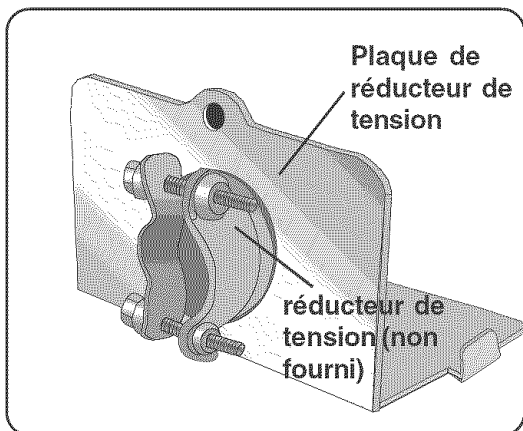

Figure 26
- 1) Retirer la plaque de réducteur de tension et installer un réducteur de tension (non fourni) sur l'ouverture de la plaque de réducteur de tension. REMARQUE : Orienter le réducteur de tension comme à la figure 26.